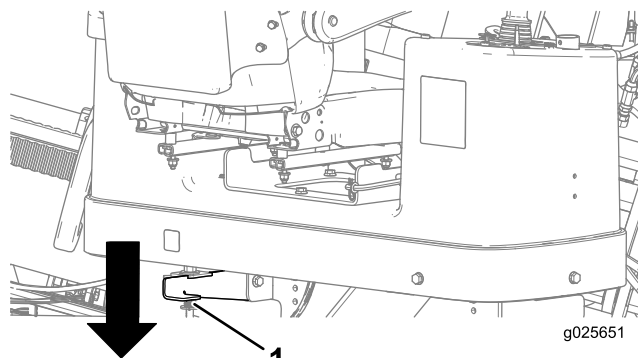

Рисунок 79
5. Нажмите вниз на заднюю защелку фиксации платформы оператора и отведите ее в сторону в нужное положение, убедившись в ее фиксации на месте (Рисунок 79).